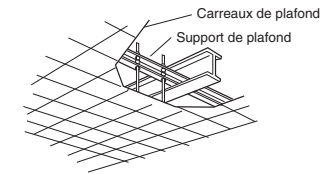

Fig. 3-4
- Utiliser les supports de plafond existants ou construire un support approprié de la manière indiquée en Fig. 3-4.